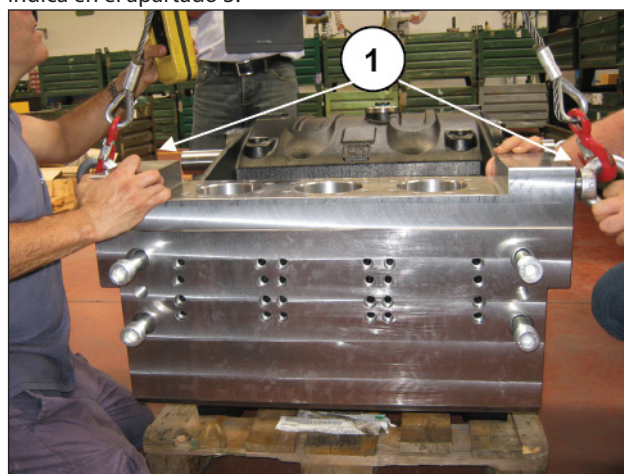
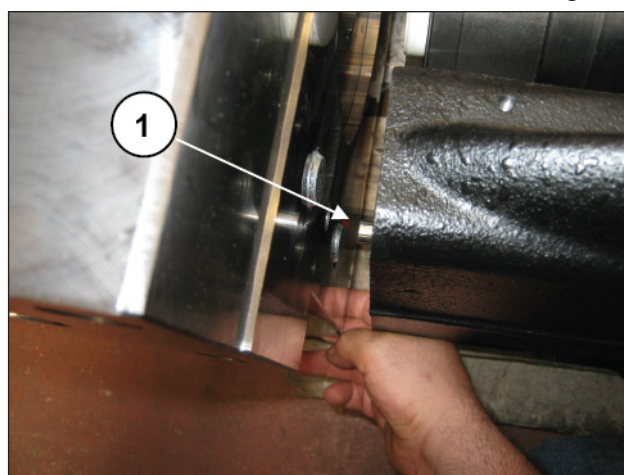

Fig. 192
Fig. 193
Montar dos cáncamos M24 en los orificios de fijación de la brida de envío (pos. ①, Fig. 192) y, a continuación, colocar la cabeza en el cárter delantero sin dañar las clavijas de posicionamiento (pos. ①, Fig. 193) y fijarla con los 4 tornillos M24.